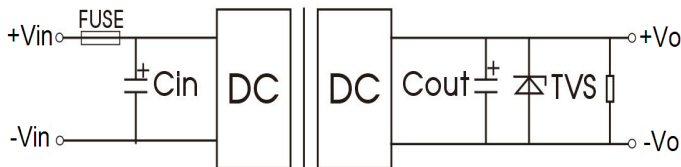

图 1
- (1)产品测试及应用时,请按照(图1)推荐的测试电路进行;至少保障外接一个电解电容Cin($\geq 220\mu\text{F}$),用于抑制输入端可能产生的浪涌电压。
- (2)如果产品输入端并联瞬变能量较大的电路(如并联电机驱动电路),或会导致产品输入电压被拉低,此时关注产品输入电压的波动,建议适当增大输入端电解电容Cin的容值,以保障输入端电压稳定,避免输入电压低于欠压保护点导致产品重复启动的情况。
- (3)如果产品输出端为感性负载时(如继电器,电机),建议在容性负载规格内增大输出电容Cout容值,并增加TVS管,用以滤除电压尖峰。
- (4)如需进一步减少输入输出纹波,可适当加大外接电容Cin,Cout容值或选用串联等效阻抗值小的外接电容,外接电容Cout容值不能大于产品的最大容性负载。